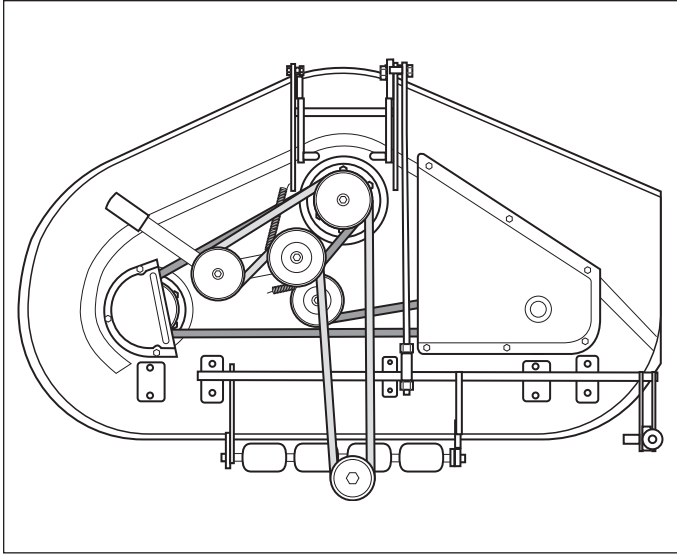

Figure 35. Tondeuse - Modèles de 112 et 127 cm
3. Retirer les boulons de fixation du carter d'arbre de droite (B, figure 35). Retirer les trois boulons de fixation du carter d'arbre de gauche (D).
4. A l'aide d'une pince-étai ou d'un extracteur, dégager le ressort du galet tendeur (C, figure 35) de la fente de la tondeuse.
5. Desserrer le boulon (A, figure 35) de fixation du galet tendeur sur le support. La courroie peut maintenant être passée entre le galet et le moyeu du tendeur.
7. Resserrer le boulon (A, figure 35).
8. Remettre le ressort (C, figure 35) en place dans la fente de la tondeuse.
9. Remonter les carters d'arbre droit et gauche (B et D, figure 35).